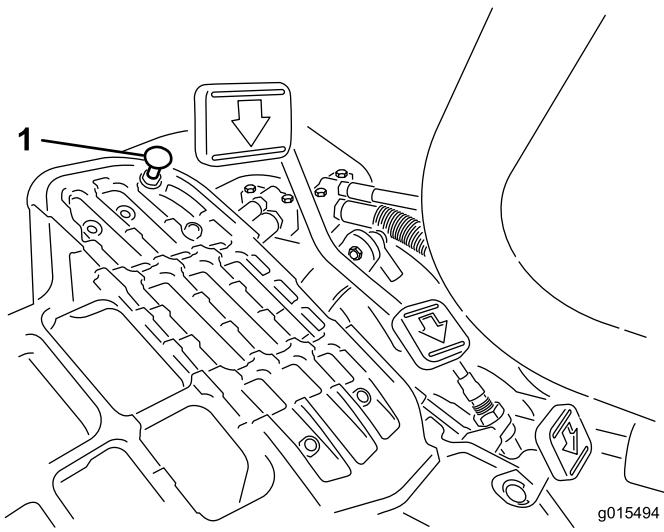

Рисунок 49
Для получения максимальной транспортной скорости переведите рычаг функционального управления в транспортное положение и нажмите на педаль тяги. Если педаль тяги касается упора (Рисунок 49) до того, как на тросике будет ощущаться натяжение, требуется регулировка:
- Переведите рычаг функционального управления в транспортное положение и ослабьте зажимную гайку крепления упора педали на полу (Рисунок 49).